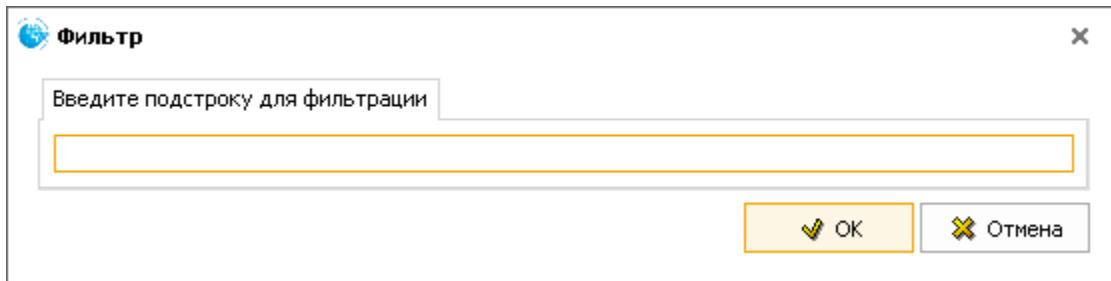

Рис. 125
3. В окне **Фильтр** введите слова для фильтрации (Рис. 125).